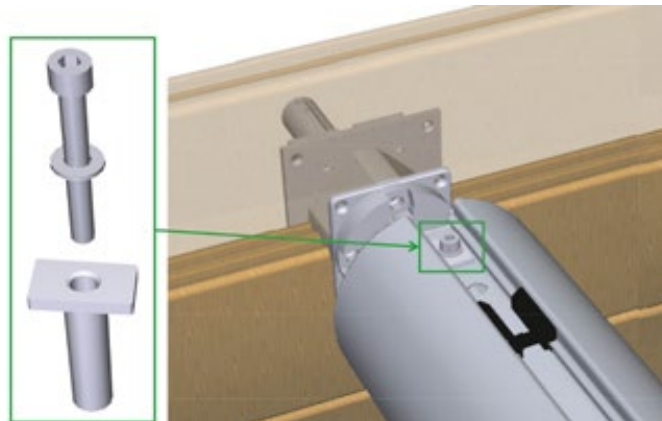
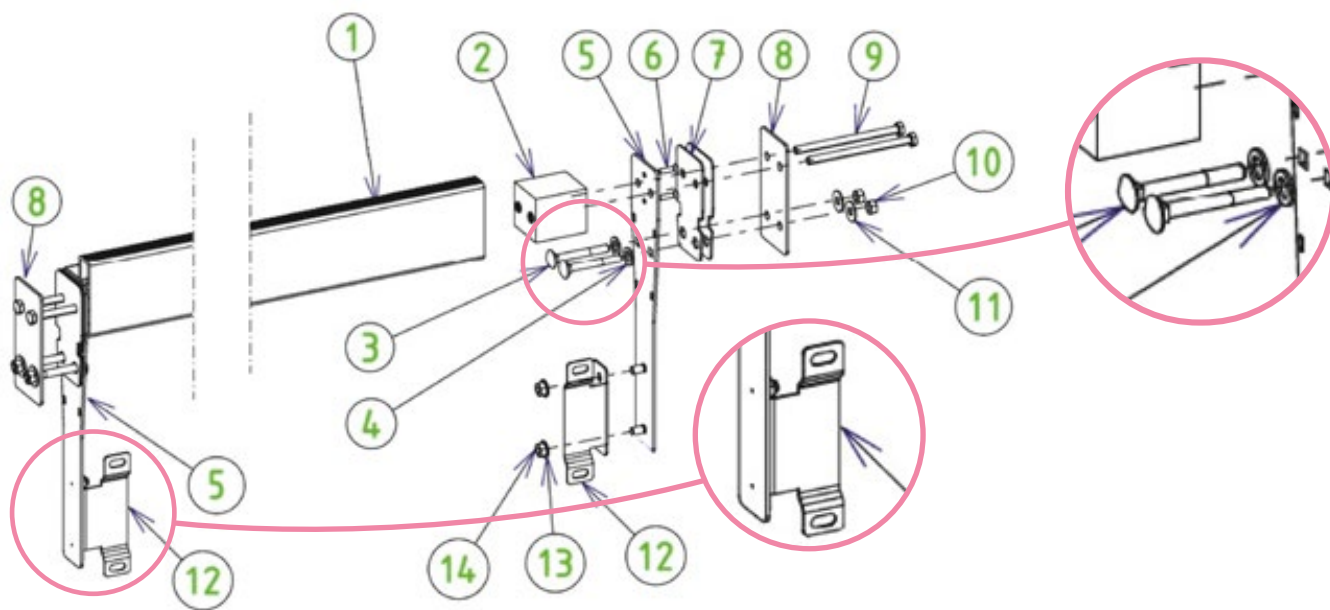

Figure 41 – Verrouillage de l'arbre dans l'axe de couverture automatique
Figure 42 – Assemblage et montage de la poutre
Verrouillez l'arbre dans l'axe (*Figure 41*) à l'aide d'une canule en plastique, d'une rondelle de 8 mm de diamètre et d'une vis à tête cylindrique à 6 pans 8 × 65 en inox A4 (fournies avec l'axe de couverture automatique).
Les étapes de montage de la poutre sont illustrées à la *Figure 42*. La visserie nécessaire à ce montage se trouve dans le sachet Y. Sur cette figure, la paroi de bois est située entre les pièces 7 et 8, et le liner est situé entre les deux joints (7) en caoutchouc.
- Collez les deux joints auto-adhésifs restants (7) sur les platines (5), du côté opposé aux petites tiges filetées (les deux autres joints ont été collés sur le bois, avant la pose du liner). Alignez bien les trous des joints (7) avec ceux des platines (5).
- Fixez les platines (5) aux contre-platines (8) : les platines (5) se situent à l'intérieur du bassin avec leur joint au contact du liner, et les contre-platines (8) se trouvent à l'extérieur du bassin. Utilisez pour cela les perçages du bas effectués au paragraphe 9.2.
- Réalisez cet assemblage par l'intérieur du bassin à l'aide de quatre vis à tête bombée à collet carré 8 × 70 en inox A4 (3) munies de rondelles de joint en caoutchouc de diamètre 8 mm (4), sur lesquelles vous insérerez à l'extérieur du bassin des rondelles (11) et des écrous (10) de diamètre 8 mm en inox A4.
- Les perçages du haut dans la paroi bois réalisés au paragraphe 9.2 doivent être alignés avec les trous de diamètre 8 mm restants dans les platines (5) et les contre-platines (8).
- ATTENTION: Les rondelles en caoutchouc (4) sont indispensables à l'étanchéité du bassin.
- Montez les deux équerres de support de parois de séparation (12) sur les platines (5) par le biais de quatre écrous (14) et quatre rondelles (13) de diamètre 8 mm en inox A4. Veillez à ce que les avancées sur lesquelles sont présents les trous oblongs sur les équerres (12) soient situées du côté opposé au skimmer et à l'axe de couverture automatique (voir zoom sur les équerres de support de parois de séparation (12) à la Figure 41).
- Insérez les blocs en polyamide (2) de part et d'autre de la poutre (1) à l'aide d'un maillet, en veillant à ce que les inserts en laiton dont sont équipés les blocs de polyamide soient placés vers l'intérieur de la poutre.
- Installez la poutre sur le bassin, en face des platines de poutre (5), jusqu'à faire correspondre les perçages des blocs de polyamide avec ceux des platines (5) et des contre-platines (8). Fixez la poutre par l'extérieur du bassin grâce à quatre vis (9) à tête hexagonale 8 × 120 en inox A2.
Pour finir, fixez la paroi de séparation sur les équerres (pièce 12 de la Figure 42 grâce à quatre vis (7) à tête poêlier 8 × 16, quatre rondelles et quatre écrous de diamètre 8 mm en inox A4.